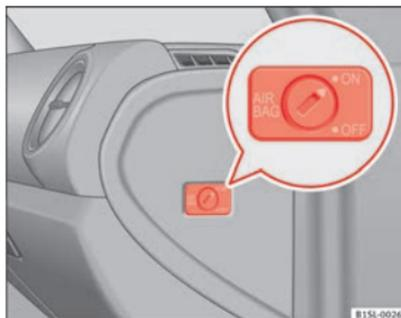

Fig. 49 Sul lato del passeggero: interruttore a chiave per attivare e disattivare l'airbag frontale del passeggero.
- Aiutandosi con la chiave del veicolo, girare l'interruttore della chiave in posizione **OFF** ⇒ fig. 49.
- Aiutandosi con la chiave del veicolo, girare l'interruttore della chiave in posizione **ON** ⇒ fig. 49.